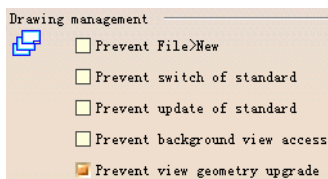

图 6-96
(1) Drawing management (工程图管理) 选项组 (如图 6-96 所示)